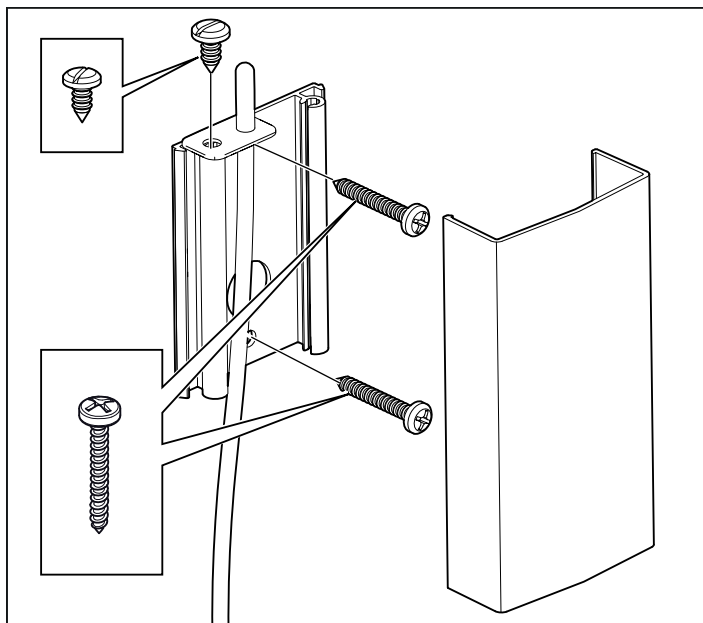
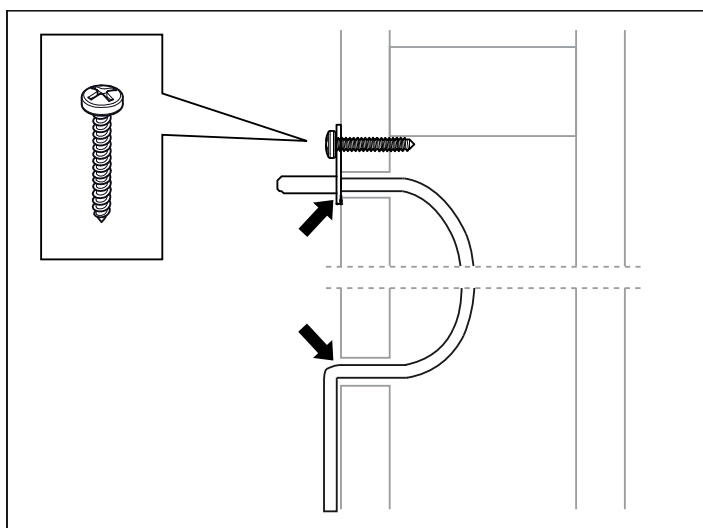

Fig 9: Montering av sensorn
Fig 10: Tät eventuella hål
8. Montera sensorn på väggen, se Fig 9. Termistorledningen kan även dras igenom väggen. Tät eventuella hål i väggen bakom sensorn, se Fig 10. Termistorledningen kan förlängas utanför bastun med svagströmsledning (2-ledare).